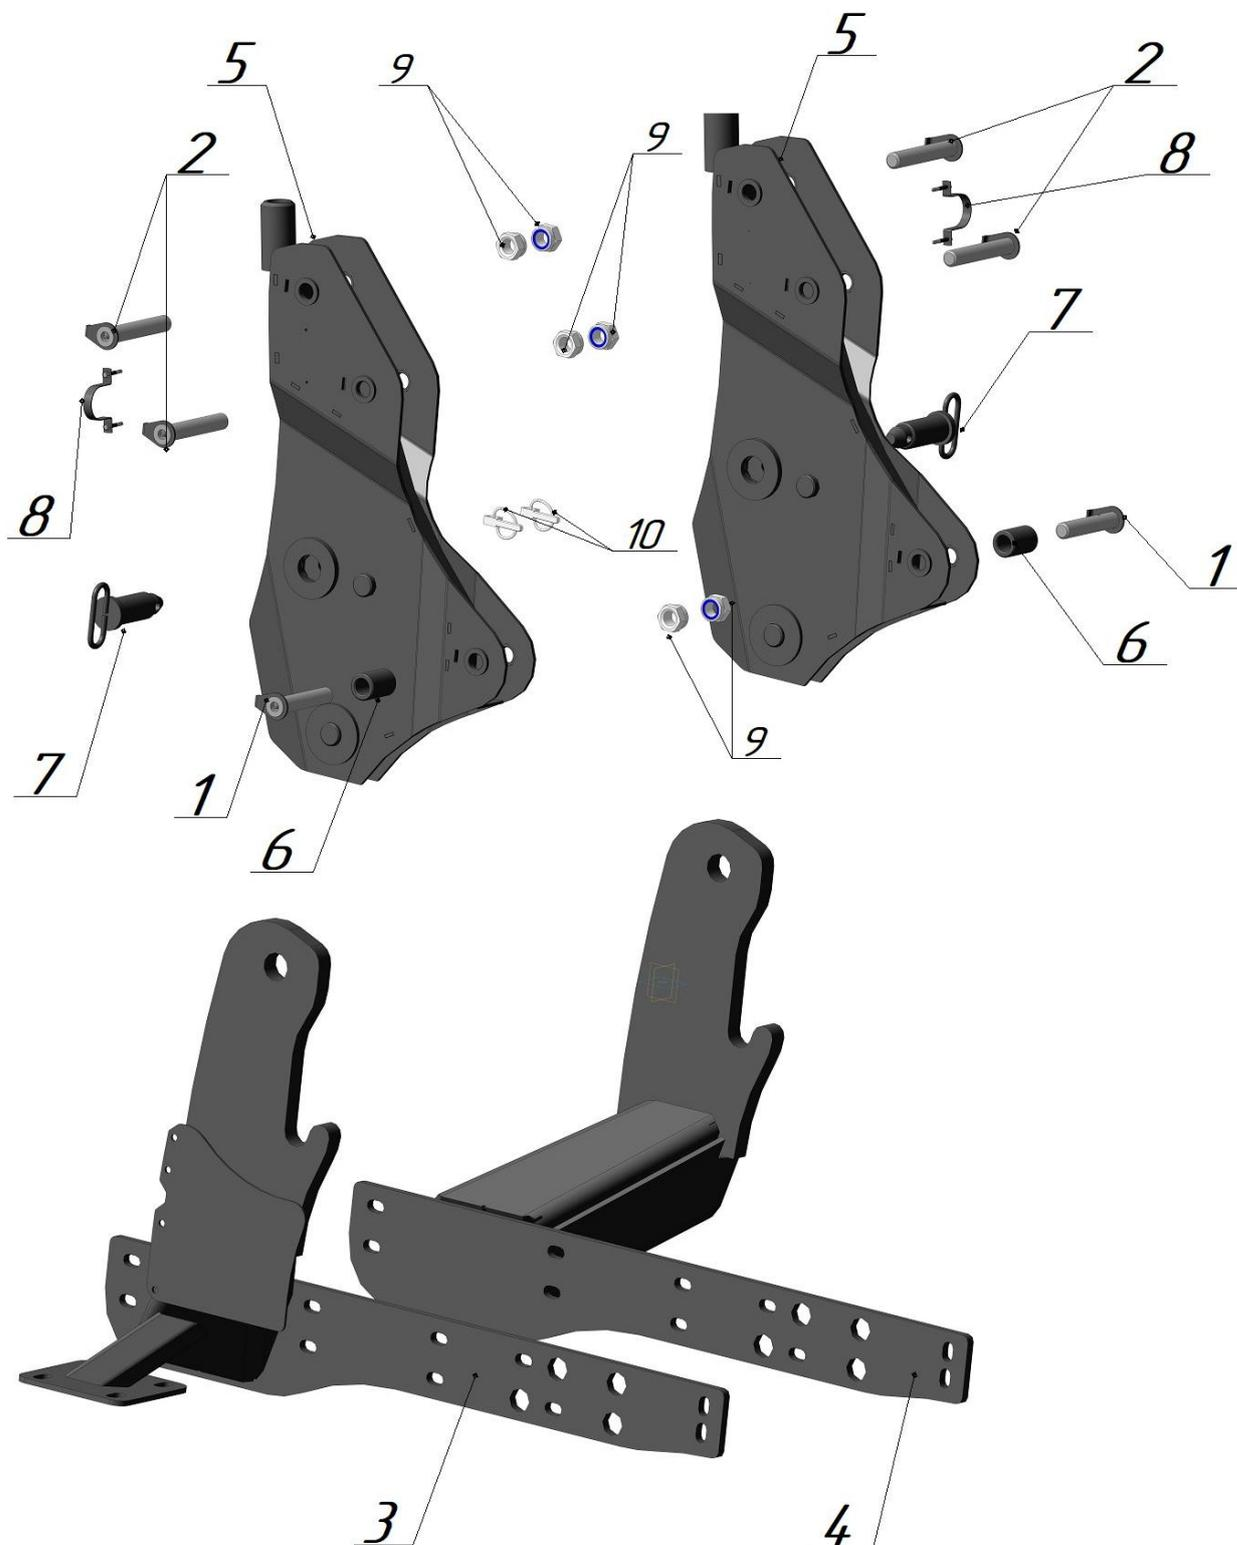

Рис. 2.3 – БЗ-Р.03.090 сборка подрамников
2.3. Состав сборки подрамников БЗ-Р.03.090 (трактор Беларусь 952.3-6 с быстросъёмным механизмом с трактора) приведен на рис. 2.3 и таблице 2.3.